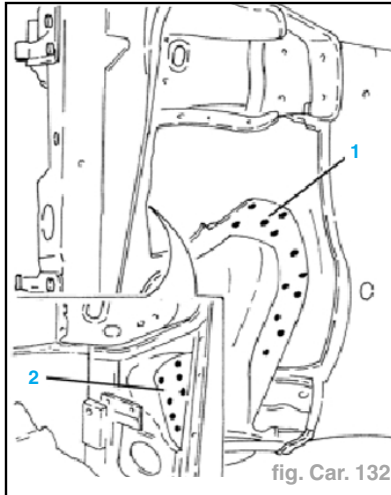

fig. Car. 132
- Faire sauter les points de soudure sur les bords externes (1) (fig. Car. 132).